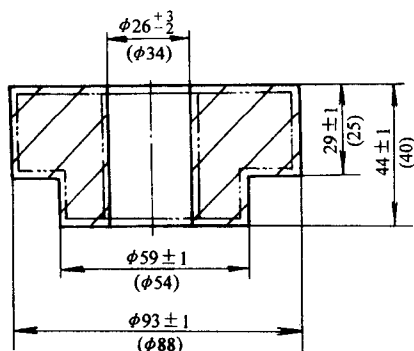

图 1-4 齿轮坯
7. 如图 1-4 所示齿轮坯锻件，材料为 40Cr，坯料为圆钢，采用锻粗法锻造，一火锻成，试计算坯料的质量和尺寸。